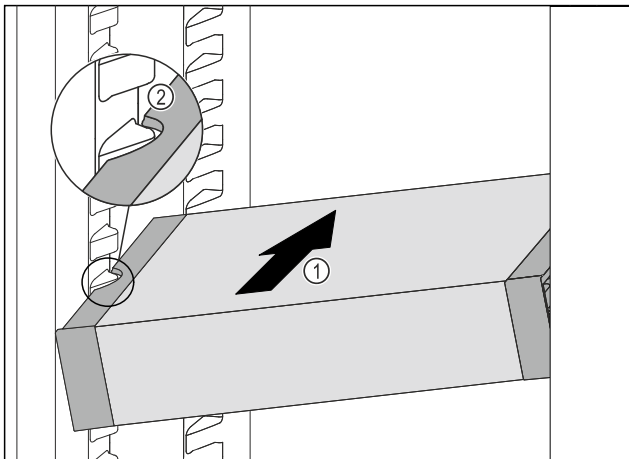

Fig. 99
- VarioSafe schuin in het koelgedeelte schuiven Fig. 99 (1), tot de uitsparingen aan de zijkant Fig. 99 (2) van de VarioSafe op de hoogte van de rib in het koelgedeelte zitten.